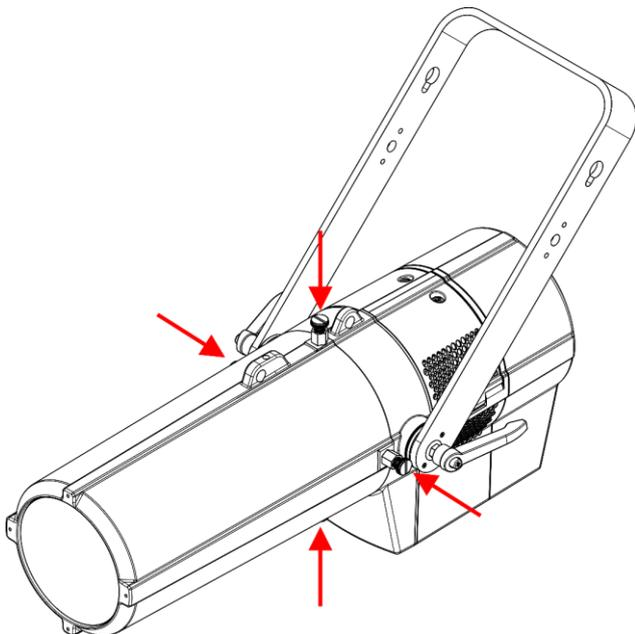
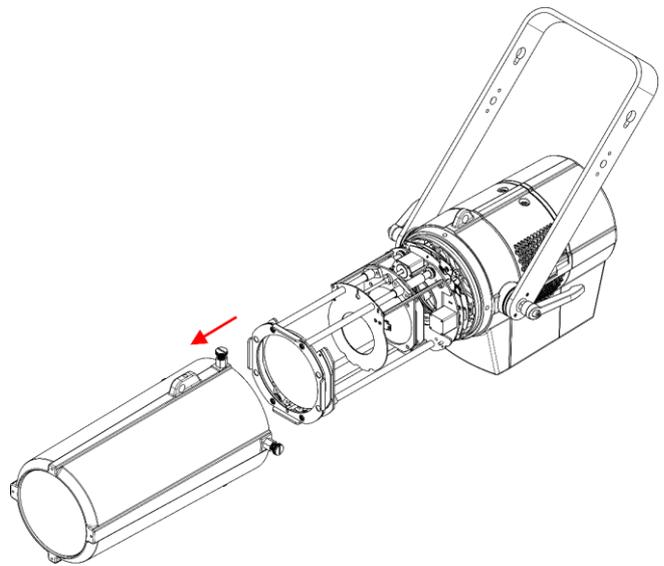

Abb. 03
Abb. 04
01) Lösen Sie die vier Befestigungsschrauben der Abdeckung. (Abb. 03) und entfernen Sie die Abdeckung (Abb. 04).